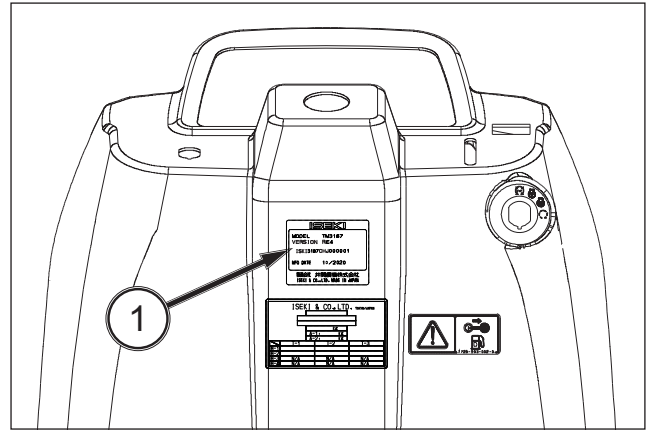

ABB. 29
ABB. 29 und 30: Traktor-Typenschild (1) auf der Instrumentenkonsole. Das Traktor-Typenschild enthält neben der Seriennummer des Traktors auch die Modellnummer, die Typenbezeichnung, Herstellungsjahr und Monat.